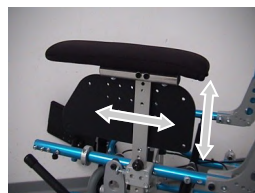

fig. 11.2: Regolazione profondità/altezza
• Regolazione profondità (fig. 11.2)
• Regolazione altezza (fig. 11.2) (solo per kit completo)